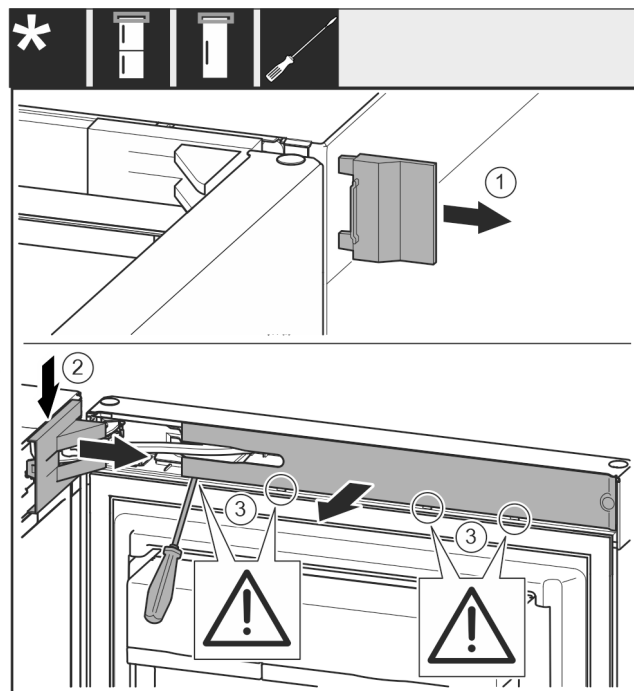

Fig. 9
- ▶ Zdjąć osłonę Fig. 9 (1).
- ▶ Wyczepić i poluzować osłonę płytki zawiasu Fig. 9 (2).
- ▶ Zdjąć osłonę płytki zawiasu Fig. 9 (2).
- ▶ Wyczepić zaślepkę Fig. 9 (3) śrubokrętem i odchylić w bok.